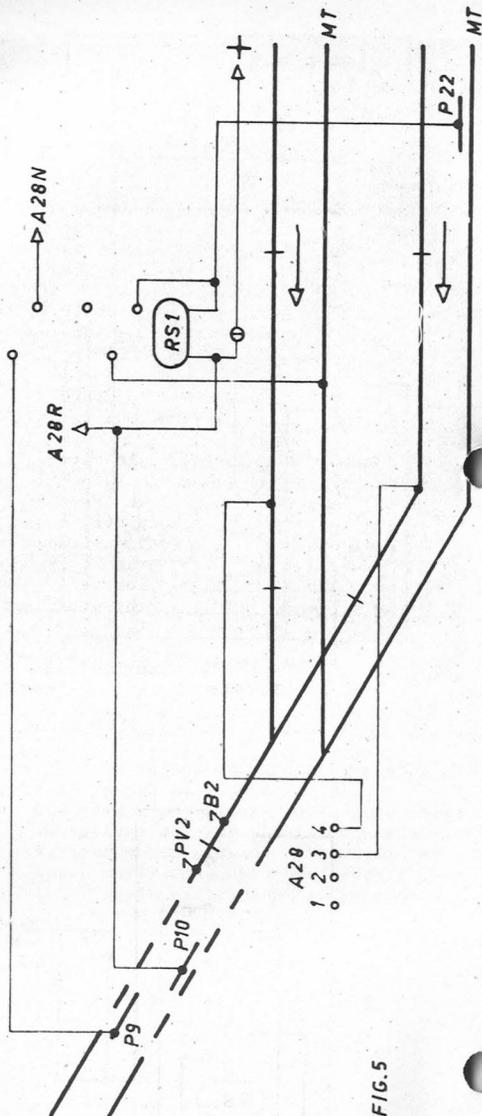

FIG. 5
Fig. 5. Elle est maintenant considérablement vieillie. La couleur noire fort diluée à fort aidé à obtenir ce résultat. Ceci va très vite si l'on n'épargne pas l'allonge et que l'on connaît les "bons" endroits (par exemple : le dessous de la cheminée).
- 1°) Jonction de 2 lignes. (voir fig. 5) Prenant pour exemple la jonction située à l'Ouest du réseau et où la section PV8 et PV1 se rejoignent à l'aiguillage A28, le principe a été établi que les voies express (PV1) ont la priorité absolue sur les trains venant de PV8. L'aiguillage A28 se trouve donc normalement renversé et livre passage en priorité aux trains venant de PV1 à la condition que B2 soit ouvert. Comme on peut le voir, le raccordement de B2 se fait à la pointe de l'aiguillage. Il en résulte que les relais incorporés dans l'aiguillage lui-même distribuent le courant vers la branche PV 8 ou PV1 suivant la position de A 28 à la condition bien entendu que le block B2 soit ouvert.